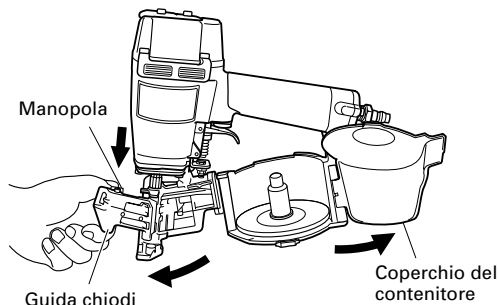

Fig. 1
- (1) Afferrare la guida chiodi e la manopola con le dita. Premere in basso la manopola e aprire la guida chiodi. Poi aprire il coperchio del contenitore. (Fig. 1)